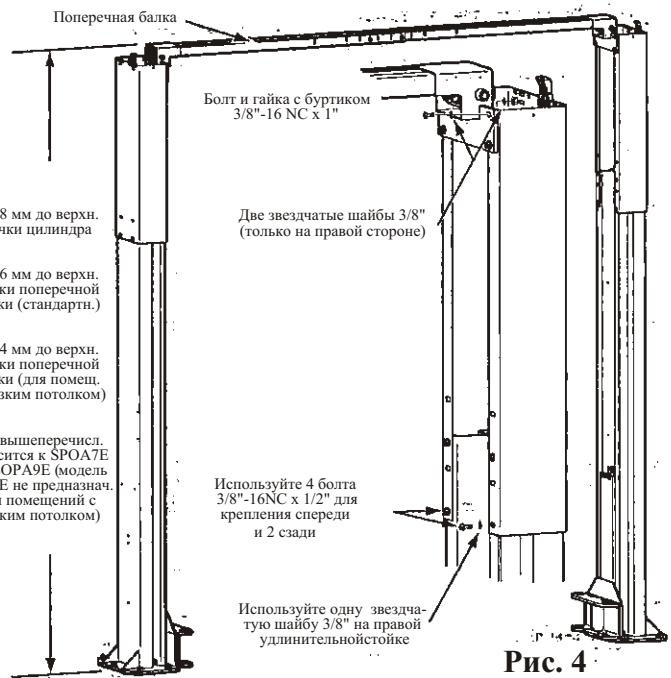

Рис. 4
2. Высота подъемника: На рис. 4 указаны величины габаритной высоты для каждой модели подъемника. Расстояние от верхней точки подъемника до самой низкой точки перекрытия помещения не должно быть менее 25 мм.
ЗАЕЧАНИЕ: Все звездчатые шайбы предназначены для закрепления на правой колонне для того, чтобы обеспечить заземление концевого выключателя поперечной балки подъемника. При закреплении деталей на левой колонне подъемника применение звездчатых шайб не требуется. Обратите внимание на процедуру закрепления удлинительной стойки колонны (рис. 4), а также концевого выключателя поперечной балки (рис. 4 и 6).
8. Установка поперечной балки на удлинительные стойки подъемника: при помощи стремянок, приставленных к каждой из колонн, два человека устанавливают поперечную балку подъемника к удлинительным стойкам и закрепляют ее посредством двух звездчатых шайб, восьми болтов 3/8"-16NC x 1" (длина) и контргаек с буртиком 3/8"-16NC (рис. 4). Затем необходимо затянуть болты, располагающиеся в центре поперечной балки подъемника.